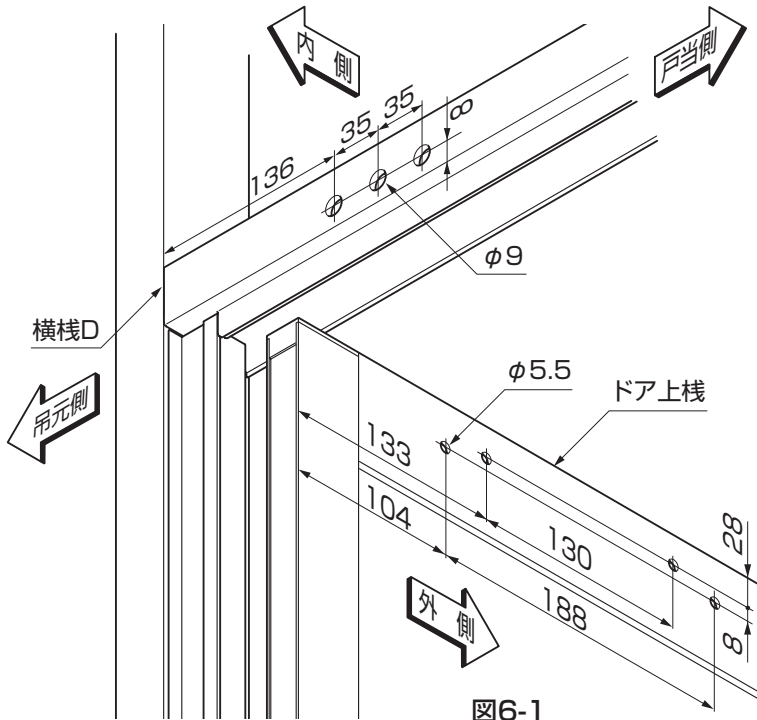

図6-1
- ① ドア上棧にφ5.5の孔を4ヶ所あけてください。(図6-1参照)
- ② 横棧Dにφ9の孔を3ヶ所あけてください。(図6-1参照)